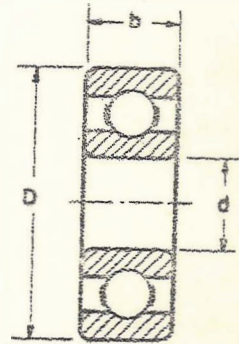

Fig. 1
Las dimensiones importantes de un rodamiento son : (Fig. 1).
- 1ª.- Anchura : (Fig. 1,b)
- 2ª.- Diámetro exterior (Fig. 1,D)
- 3ª.- Diámetro interior (Fig. 1,d)